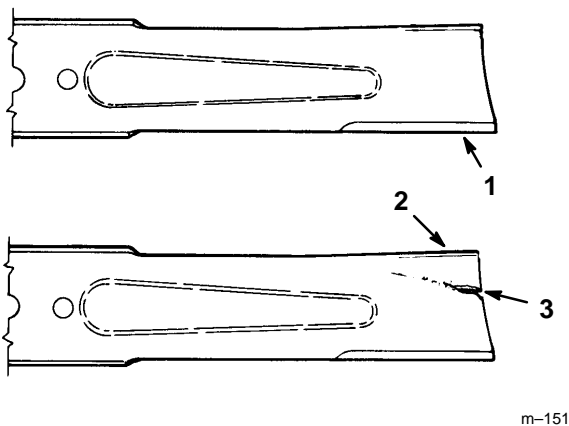

Abbildung 7
1. Die Schneidkanten (Abb. 7) untersuchen. Wenn die Kanten nicht scharf sind oder Kerben haben, die Schnittmesser ausbauen und schärfen. Siehe "Schärfen der Schnittmesser" auf Seite 9.
2. Die Schnittmesser untersuchen, insbesondere den gebogenen Bereich (Abb. 7). Wenn Schäden, Verschleiß oder Kerbenbildung in diesem Bereich festgestellt werden, (Punkt 3 in Abb. 7), muß sofort ein neues Schnittmesser installiert werden.